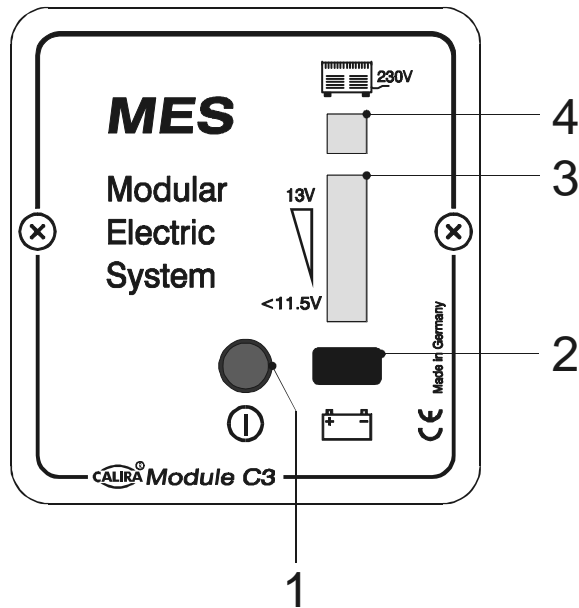

Figure 1 : Module C3
En actionnant le commutateur principal (bouton poussoir allumé, fig. 1 pos. 1), le relais de commutateur principal s'enclenche dans le Module B. Lorsqu'il est enclenché, le commutateur principal s'allume en vert. Avec le commutateur principal, les consommateurs électriques 12 Volts reliés au relais de commutateur principal peuvent être mis en MARCHÉ (le bouton poussoir s'allume en vert) ou à nouveau ARRÊTÉS en actionnant encore une fois ce commutateur.
Le voyant de contrôle de charge (vert, fig. 1 pos. 4) s'allume, indépendamment du commutateur principal, lorsque le Module B se trouve en mode de charge réseau et la batterie d'alimentation est en cours de charge. Pour le processus de charge, reportez-vous à la description du Module B.
En appuyant sur le bouton poussoir (fig. 1 pos. 2), la tension de la batterie d'alimentation peut être visualisée grâce au voyant de tension de batterie (fig. 1 pos. 3), sous la forme d'une chaîne de DEL.